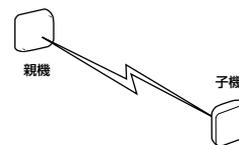
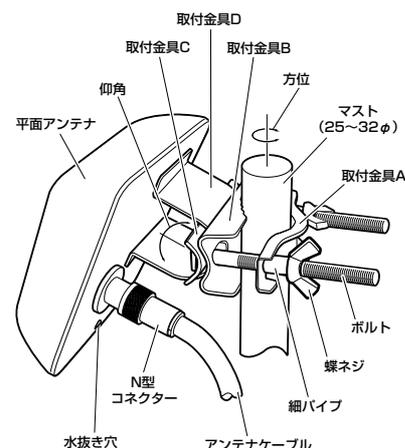
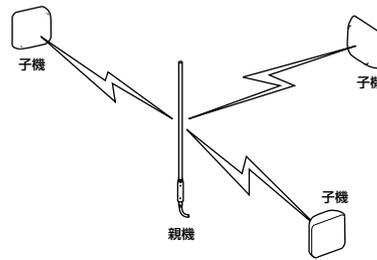

図 2 平面アンテナによる対向の通信
図 3 平面アンテナの取り付け（垂直マスト）
図 7 子機が複数の場合
アンテナは、平面アンテナ、スリープアンテナの 2 種類が用意されています。どちらのアンテナも屋外に設置可能です。スリープアンテナと平面アンテナは、任意の組み合わせで通信可能ですが、ネットワーク構成（アンテナの特性の違い）に注意して設置してください（図 2、図 7）。
- 親機 1 台、子機 1 台の構成であり（図 2）、通信を行いたいビルの窓からお互いが見通せるような位置関係では、小型で窓際に設置できる平面アンテナを使用するのが便利です。特に、お互いのフロアレベルが大きく違う場合、平面アンテナは垂直方向の角度（仰角）を調整し、最適な方向に向けることができます（図 3）。
- 2 図 3 を参考にして、取付金具を組み立ててください。
・図 7 のように、グループに複数の子機が存在し、四方に分散している場合、親機 (基地局) は水平方向